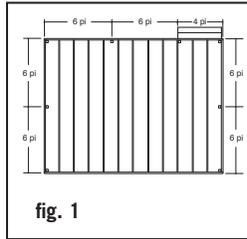

fig. 1
Step 1: Determine the number of railing posts needed for your deck. Post spacing is 6' on-center. Example: A 12'x16' deck attached to a building with a 4' access opening on one side will require a total of eight posts (fig. 1).
Étape 1 : Calculez le nombre de poteaux pour balustrades dont vous aurez besoin pour votre terrasse. Les poteaux doivent être espacés de 6 pi de centre à centre. Exemple : Une terrasse de 12 pi x 16 pi fixées à un immeuble avec une ouverture de 4 pi sur le côté afin d'y accéder demandera 8 poteaux (fig.1).